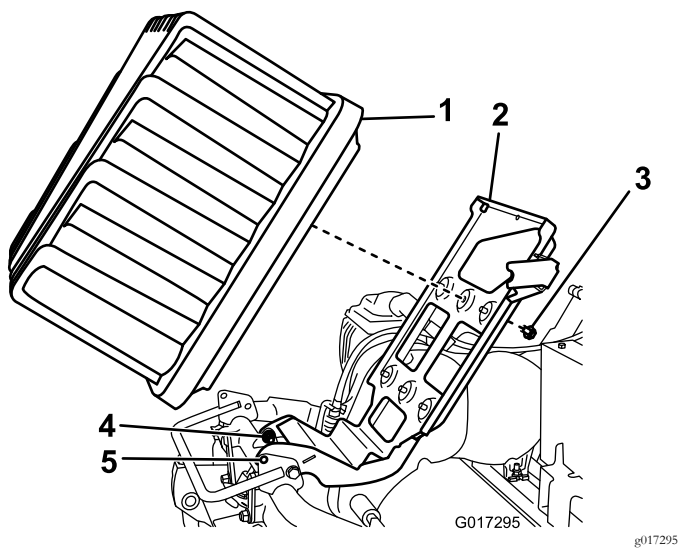

Bild 13
5. Lösen Sie die zwei Drehschrauben bzw. Muttern um eine halbe Umdrehung (Bild 13).
6. Heben Sie die Batterieplattform so weit an, bis die Arretierlöcher im Unterteil und Rahmen ausgefluchtet sind (Bild 13).